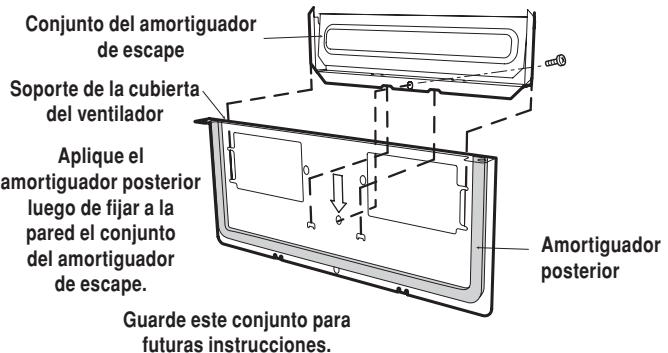

Figura 10B
5. Ensamble el conjunto del amortiguador de escape al soporte de la cubierta del ventilador deslizándolo por las ranuras en la misma dirección de la flecha. Utilice 1 tornillo autorroscante de 4 x 12 mm de la TORNILLERÍA DE INSTALACIÓN y apriete hasta colocarlo en posición. Vea la Figura 10B.